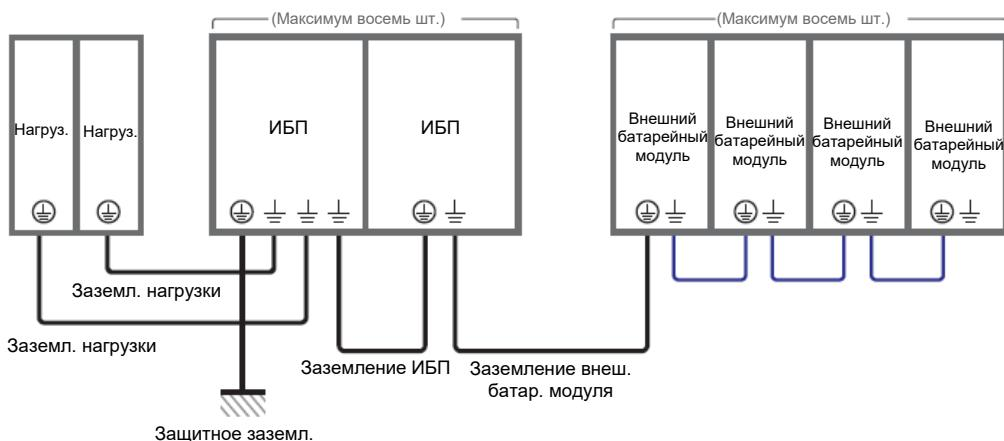

Рисунок 5-25: Схема заземления параллельных ИБП
- 4) См. Рисунок 5-25 для заземления параллельных ИБП, внешнего батарейного модуля (модулей) и важных нагрузок.